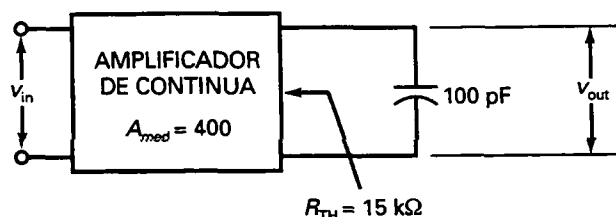

Figura 16-34
- 16-25. ¿Cuál es el diagrama asintótico de Bode para la etapa de la Figura 16-34?